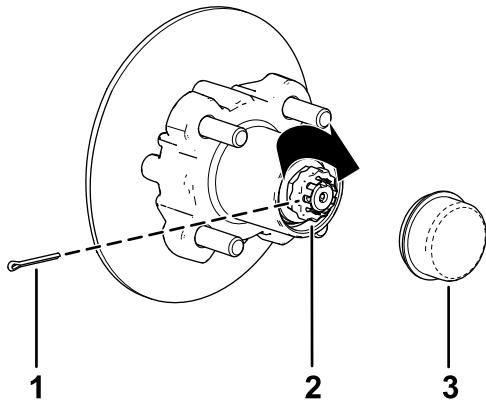

Figure 33
- Placez le frein d'écrou sur l'écrou et vérifiez que la fente du frein d'écrou et le trou dans la fusée sont alignés et permettent d'insérer la goupille fendue (Figure 33).
- Insérez la goupille fendue et repliez chaque jambe autour du frein d'écrou (Figure 33).
- Reposez le couvre-moyeu sur le moyeu (Figure 33).